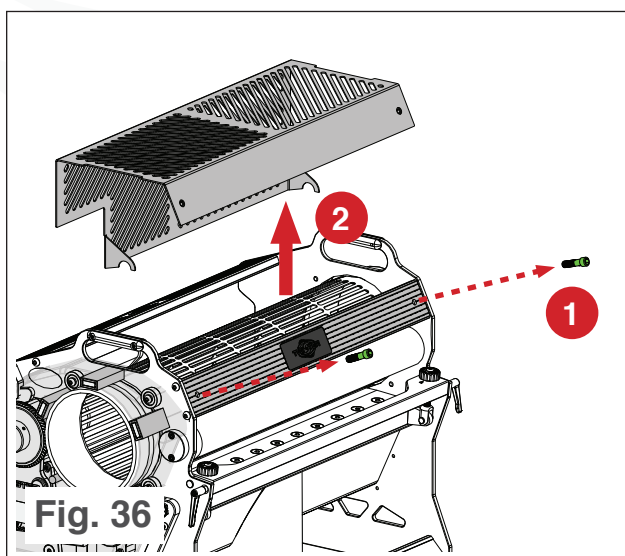

Fig. 36
- a. Con una llave hexagonal de $\frac{5}{32}$, retire los pernos del protector del tambor (ver Fig. 36).
- b. Empuje el protector de abajo hacia arriba, luego sáquelo de la T4 (ver Fig. 36).